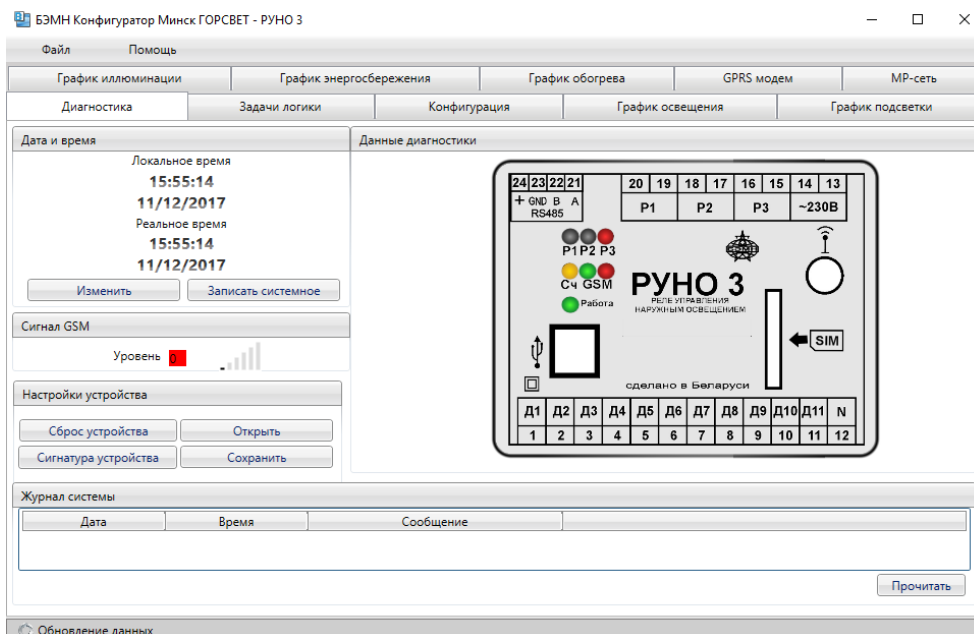

Рисунок 5.5 – Окно «Диагностика» в БЭМН конфигураторе РУНО 3
5.2 В открывшейся вкладке «ДИАГНОСТИКА» имеется несколько областей (рисунок 5.5):